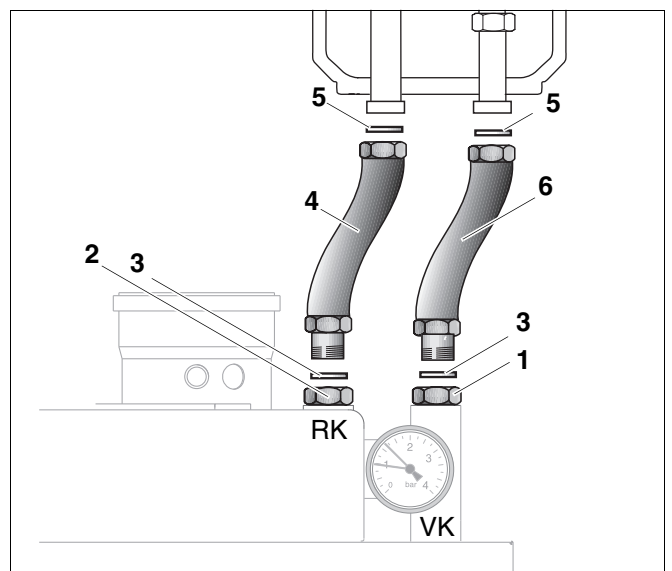

Abb. 23 Anschluss-Set für Heizkreis-Set HS/HSM/HKV montieren
- Dichtung (Abb. 23, **Pos. 3**) in Vor- (Abb. 23, **Pos. 1**) und Rücklaufrohr (Abb. 23, **Pos. 2**) einlegen.
- Gebogenes Vor- (Abb. 23, **Pos. 6**) und Rücklaufrohr (Abb. 23, **Pos. 4**) am Vor- (Abb. 23, **Pos. 1**) und Rücklaufrohr (Abb. 23, **Pos. 2**) anschrauben.
- Dichtung (Abb. 23, **Pos. 5**) in gebogenes Vor- und Rücklaufrohr einlegen und an HS, HSM oder HKV anschrauben.